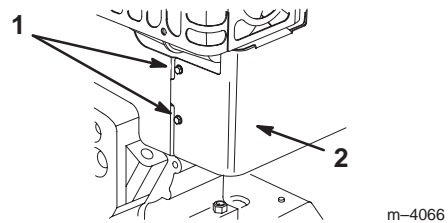

**Figure 17**
- **Lanceur** (Fig. 17)—Le lanceur se trouve à l'arrière du moteur. Tirez sur le lanceur pour mettre le moteur en marche.
8. Prenez la poignée du lanceur (Fig. 17) et tirez-la lentement jusqu'à ce que vous sentiez une résistance, puis tirez vigoureusement pour lancer le moteur.